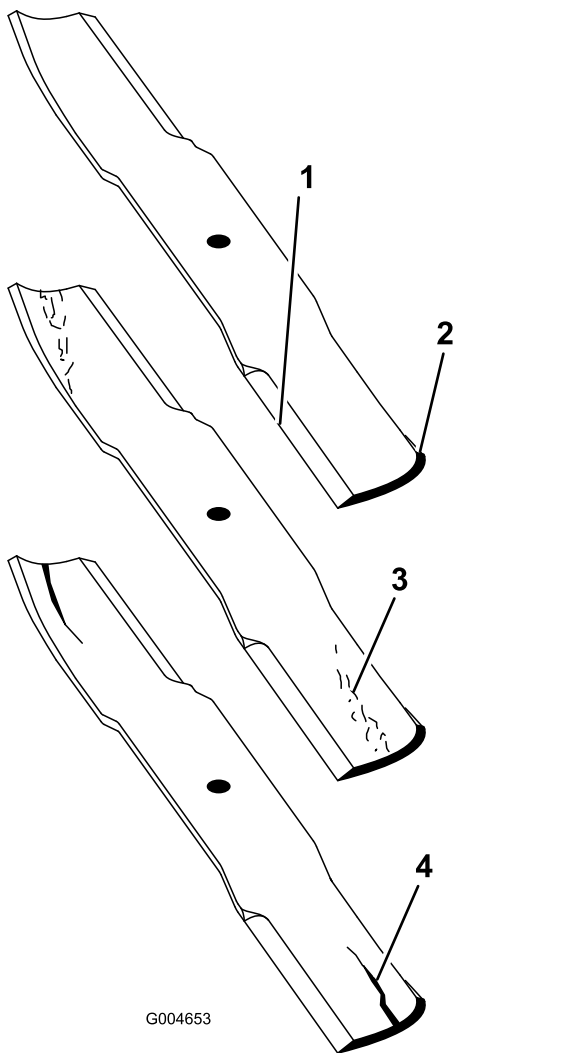

Figura 89
2. Examine cuidadosamente as extremidades da lâmina, prestando especial atenção à zona onde se encontram as partes curvas e planas da lâmina (Figura 89).
Nota: A areia e os materiais abrasivos podem desgastar o metal entre as partes plana e curva da lâmina; por isso, verifique a lâmina antes de utilizar a máquina. Se verificar que esta zona se encontra desgastada (Figura 89), substitua a lâmina.